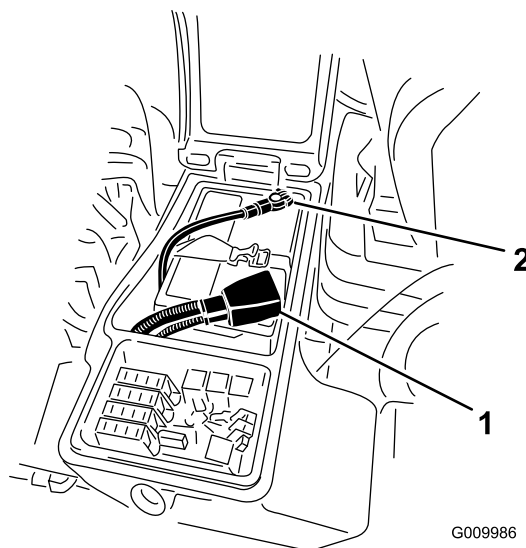

Рисунок 53
3. Отсоедините отрицательный кабель (черный) от отрицательной (-) клеммы и положительный кабель (красный) от положительной (+) клеммы аккумуляторной батареи (Рисунок 53).
6. Подсоедините положительный кабель (красный) к положительной клемме (+), а отрицательный кабель (черный) – к отрицательной (–) клемме аккумуляторной батареи (Рисунок 53).